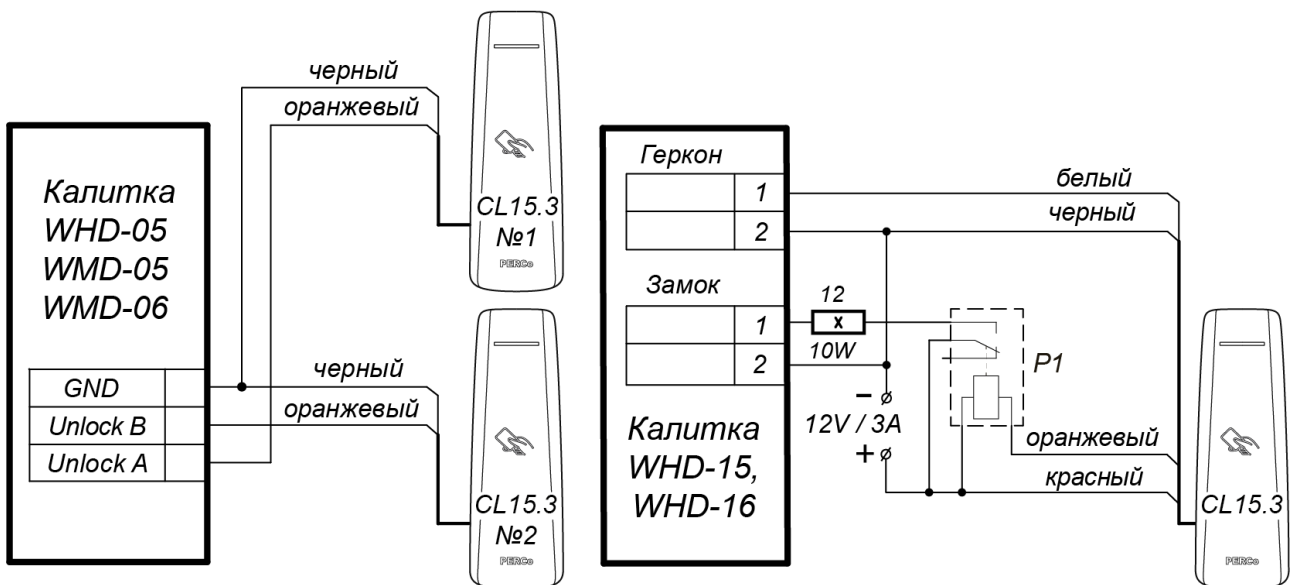

Рисунок 8. Схемы подключений калиток
- Если максимальный ток потребления замка будет составлять более 1 А (или 0,65-1 А в течение более 30 секунд), то необходимо использование промежуточного реле (см. рис. 6, рис. 8, промежуточное реле на схемах обозначено, как **P1**).
- Для калиток **PERCo** параметр ИУ **Режим работы выхода управления** рекомендуется устанавливать в значение **Импульсный** и включить параметр ИУ **Регистрация прохода по предъявлению идентификатора** (рис. 8).
- Калитки **WHD-15** и **WHD-16** должны работать только в **Импульсном** режиме (0,5 - 1 сек) и подключаться только через промежуточное реле (см. рис. 8).